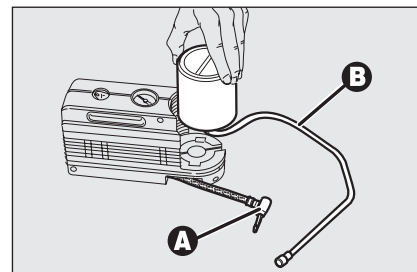

fig. 20
- ☐ disinserire l'innesto **A-fig. 20** e scollegare il tubo **B**;